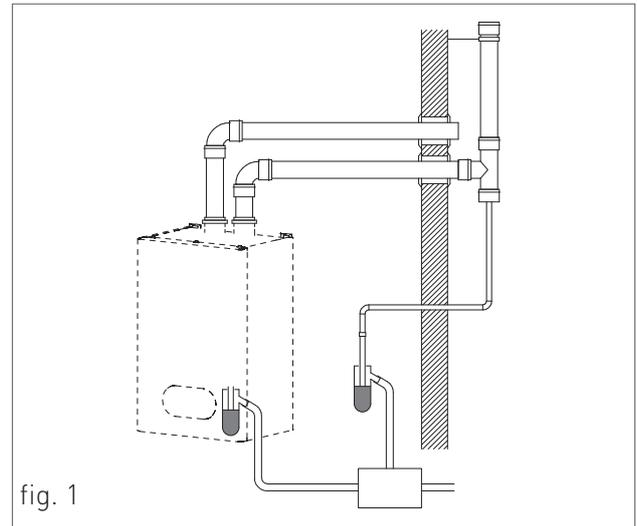

fig. 1
- › Si se trata de la instalación del conducto de humos vertical, introducir un sifón de recolección de la condensación en la base del conducto conectado a la red cloacal de la vivienda (Fig. 1).
Para este tipo de caldera están disponibles las siguientes configuraciones de descarga de humos: B23P, B33, C13, C33, C43, C53, C63, C83 e C93 (ver Fig. 1).